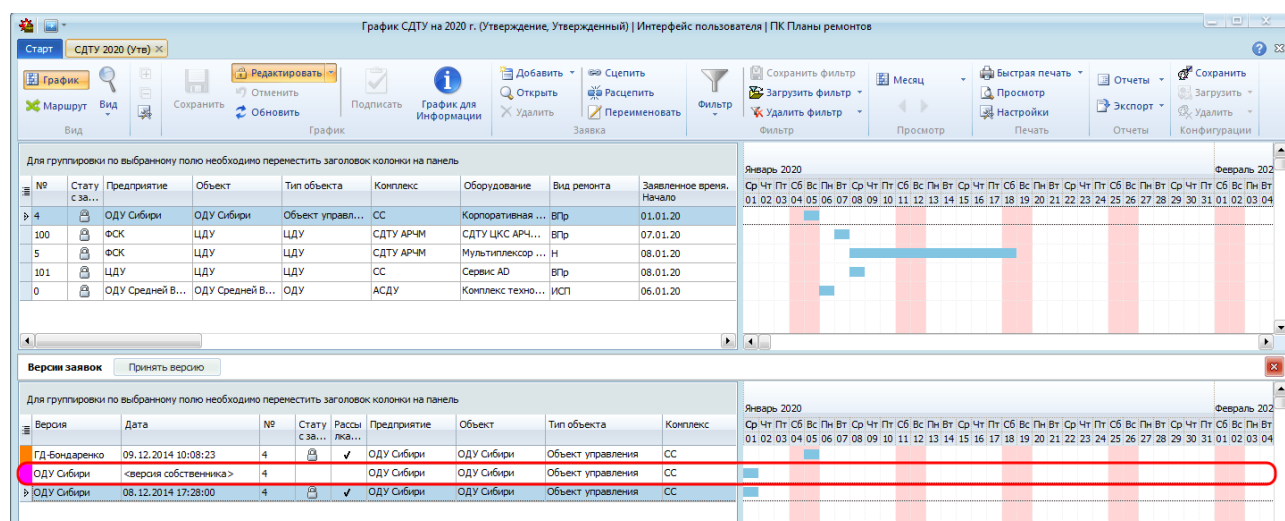

Рисунок 10.143 – Версия собственника
- актуальная версия собственника из входящего графика отображается с розовым индикатором «» (Рисунок 10.143);